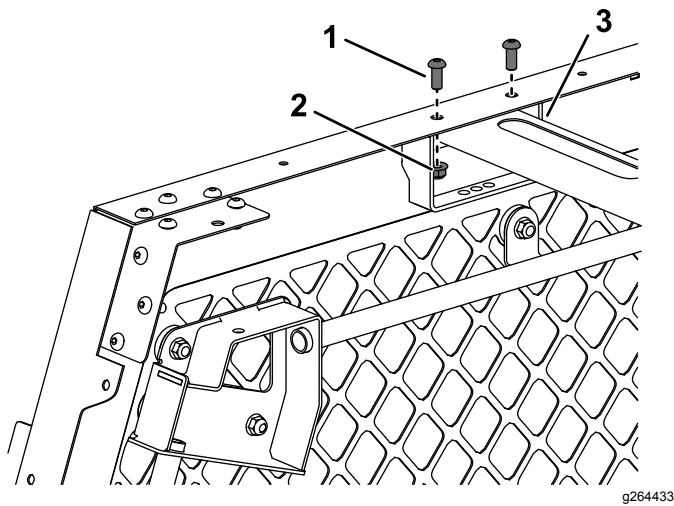

Bild 13
- Befestigen Sie jede Seite der Stützhalterung mit zwei Halbrundschauben (5/16" x 3/4") und zwei Bundmuttern (5/16"), siehe Bild 13.